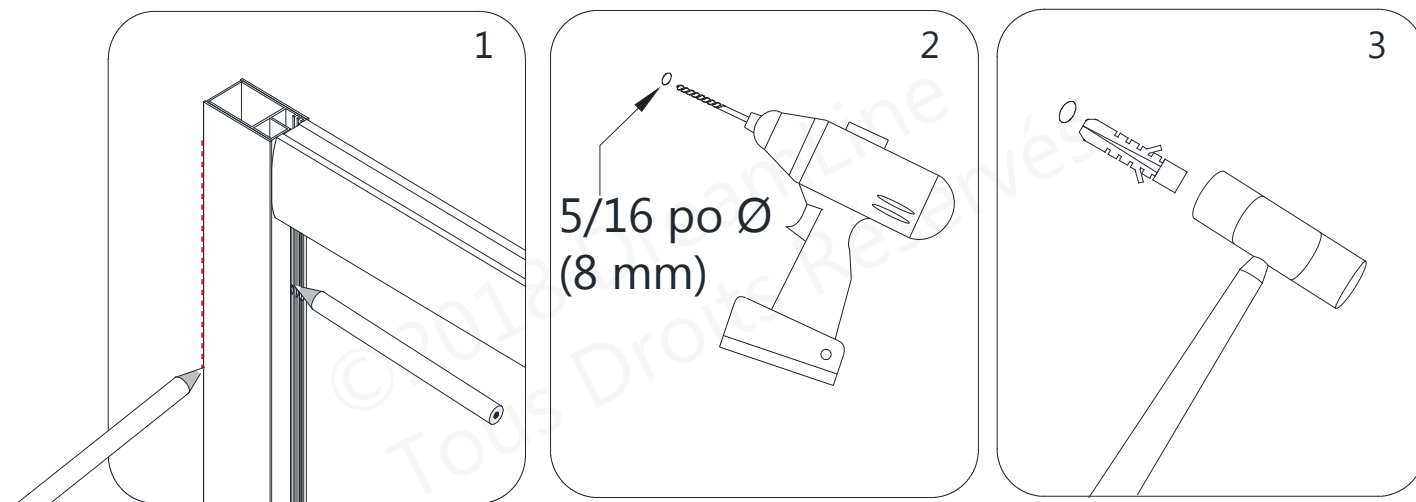

Fig 7
7. Utilisez un assistant pour maintenir le montage en position et marquez sur le mur les trous à percer, à travers les perforations des **Profils pour Vitre (N° 01)** et des **Profils Muraux (N° 02)**. Mettez de côté le montage de l'unité. Percez les trous dans le mur avec une **mèche 5/16 po Ø (8mm)** et insérez les **Ancrages Muraux (N° 15)**. (Fig 7)